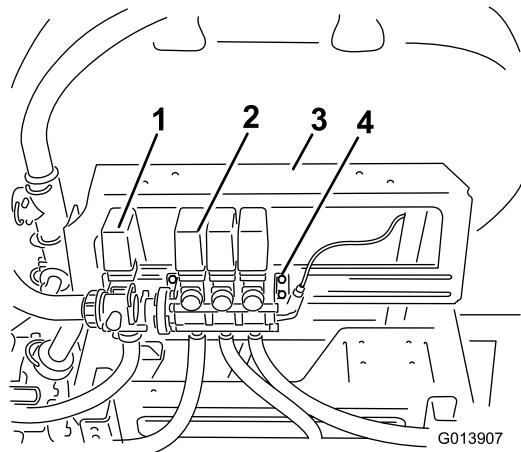

图3
1. 旋松将喷洒臂阀门总成紧固到安装支架 (图3) 上的螺栓，但是不要拆下。